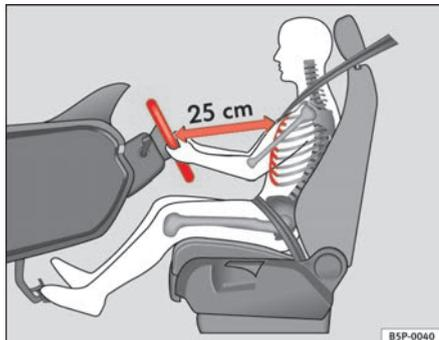

Fig. 1 Distância correcta entre o condutor e o volante
- Ajustar o volante de modo a que a distância entre o volante e o tórax seja de pelo menos 25 cm ⇒ **fig. 1**.
- Regule o banco do condutor de modo a assegurar uma distância mínima de 25 cm entre o tórax e o centro do volante ⇒ **página 10, fig. 1**. Se essa distância for inferior a 25 cm, o sistema de airbag não poderá protegê-lo convenientemente.